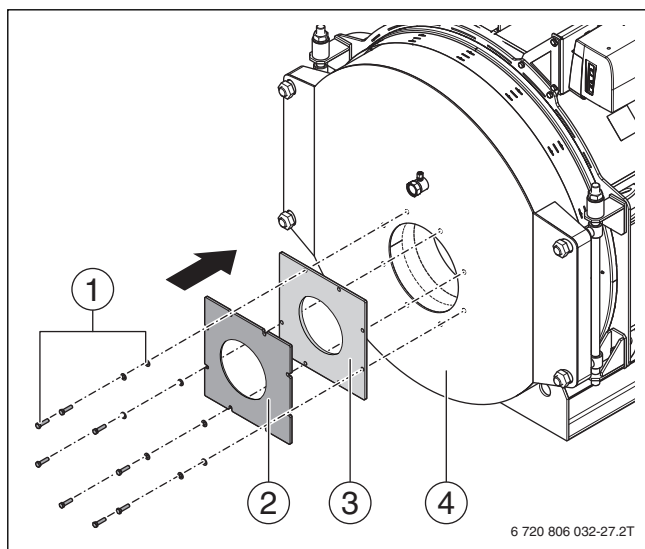

Рис. 18 Монтаж пластины под горелку
- ▶ Наденьте уплотнение на штуцер горелки (→ рис. 18, [3]).